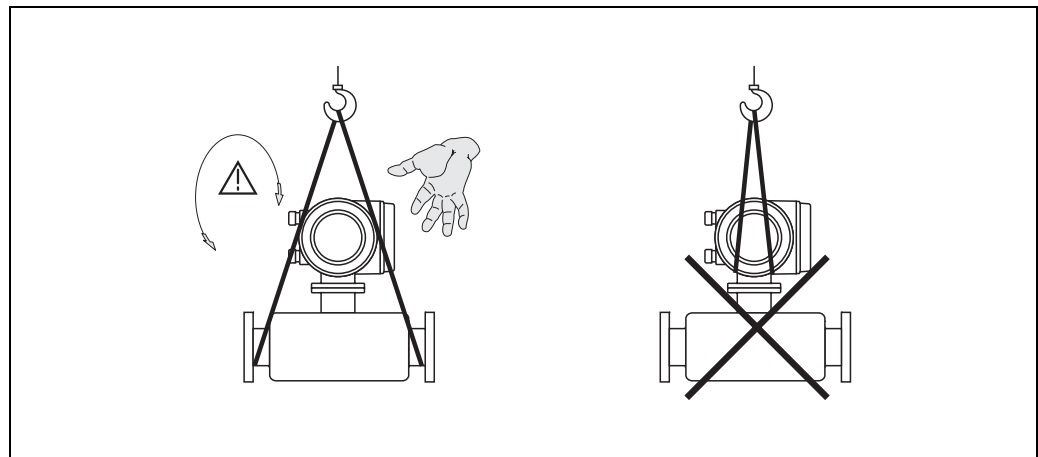

Fig. 4: Istruzioni per il trasporto di sensori con $> DN 40$ ($> 1\frac{1}{2}$ ")
- I misuratori con diametri nominali $> DN 40$ ($> 1\frac{1}{2}$ ") non devono essere sollevati dalla custodia del trasmettitore o, in caso di versione separata, dalla custodia di connessione (Fig. 4). - Usare delle cinghie in tessuto, strette intorno alle due connessioni al processo. Non usare catene, che potrebbero danneggiare la custodia.